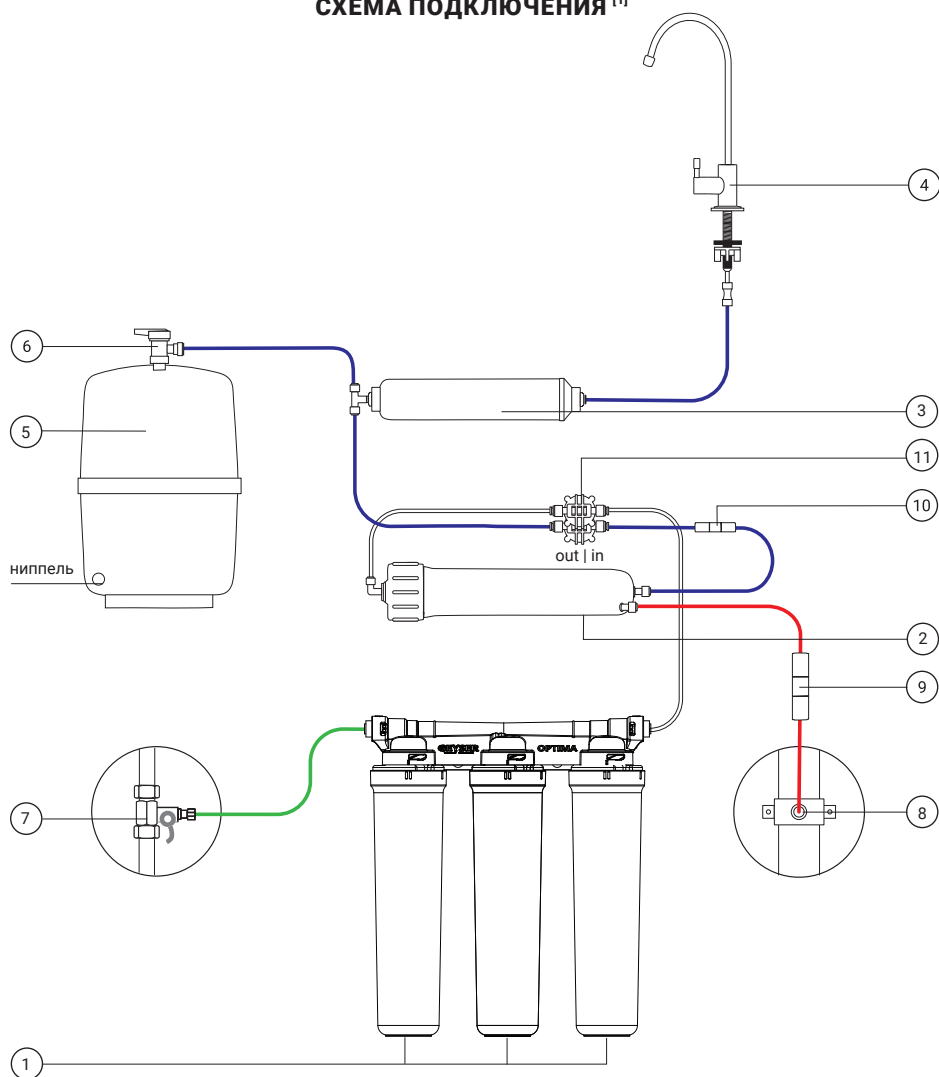

Рис. 2. Схема подключения Гейзер Престиж/Аллегро Оптима.
3. Свободный конец зеленой трубки присоедините к скобе фильтра в соответствии со стрелкой указания направления потока (см. разделы «Схема подключения» (стр. 7, рис. 2) и «Присоединение трубок» (стр. 10)).
6. Свободный конец красной трубки присоедините к ограничителю дренажного потока (см. разделы «Схема подключения» (стр. 7, рис. 2) и «Присоединение трубок» (стр. 9)).
4. Подключите первую часть синей трубки 1/4" к выходу угольного постфильтра (см. разделы «Присоединение трубок» (стр. 9) и «Схема подключения» (стр. 7, рис. 2)).